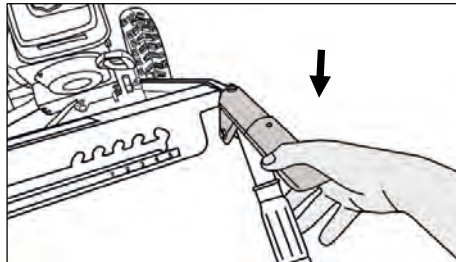

Рис. 44
2. Для начала движения нажмите рычаг привода колес, расположенный справа на рукоятке управления (рис. 44).